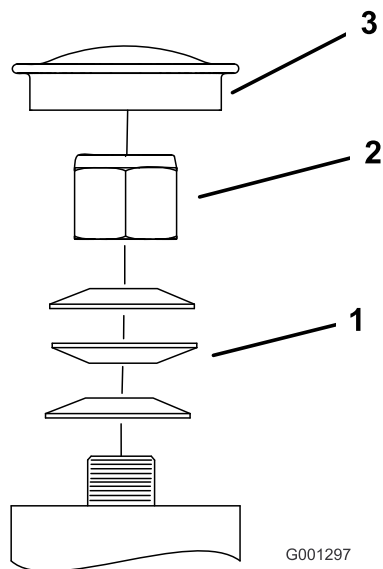

図 58
3. キャスタからダストキャップを外してロックナットを締め付ける（図 58）。
4. スプリングワッシャが平たくつぶれるまでロックナットを締め付け、その位置から 1/4 回転もどすと、ベアリングに対して適切な予負荷がかかる（図 58）。
**重要** スプリングワッシャが図 58 に示すように正しく取り付けられていることを確認する。
5. ダストキャップを取り付ける（図 58）。